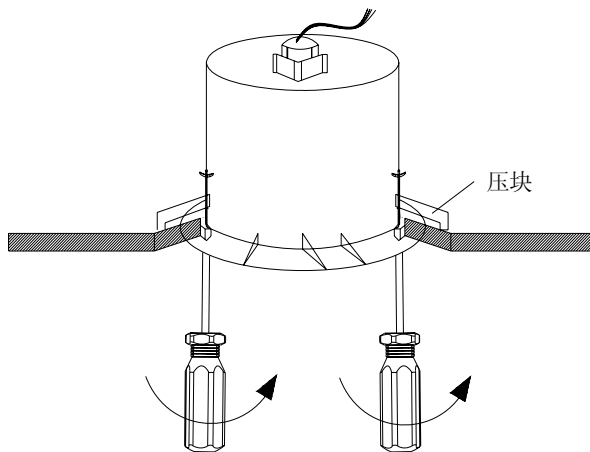

图 16
- 6.用十字螺丝刀旋转压块的长螺栓,使压块压上天花板,随着压块向下压向天花板时压块会自行向外张开.压块的下端面和法兰面逐渐将天花板压紧,最后把外筒固定在天花板上(如图 16 所示).